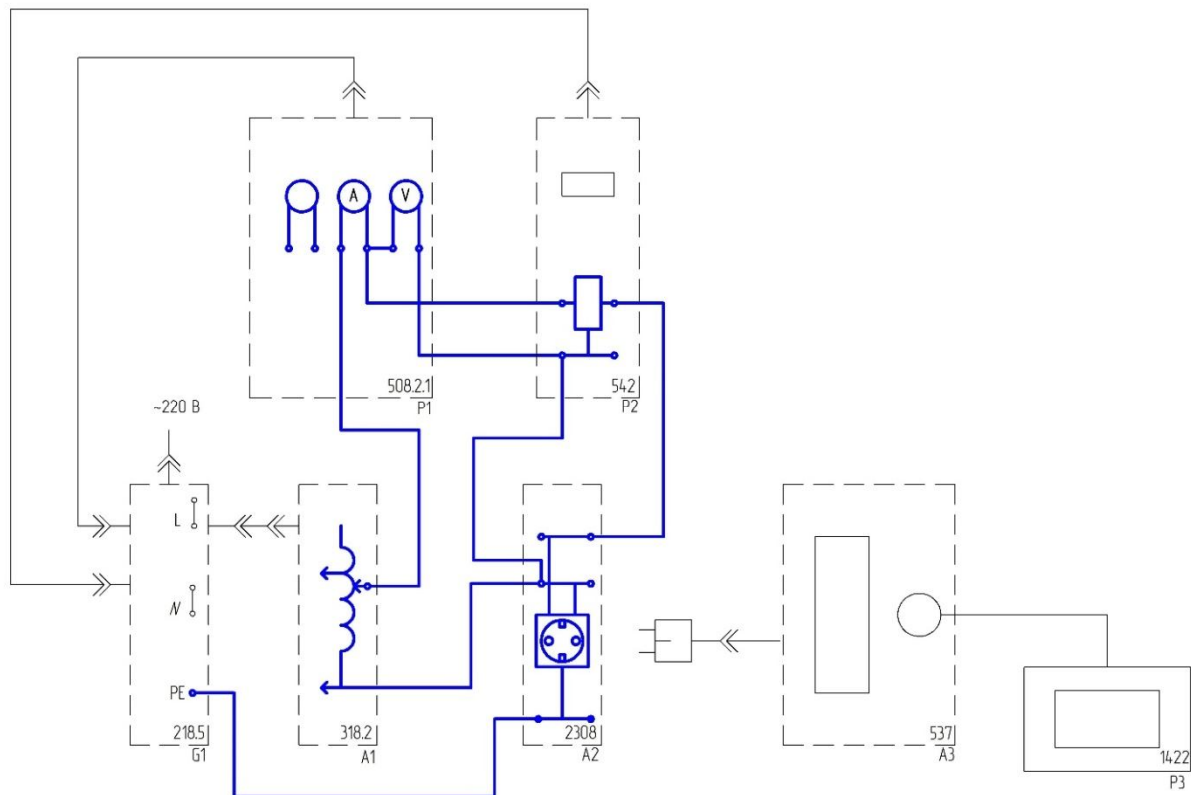

Рис.2.4.
- Соедините аппаратуру в соответствии со схемой электрической соединений, приведенной на рис.2.4.